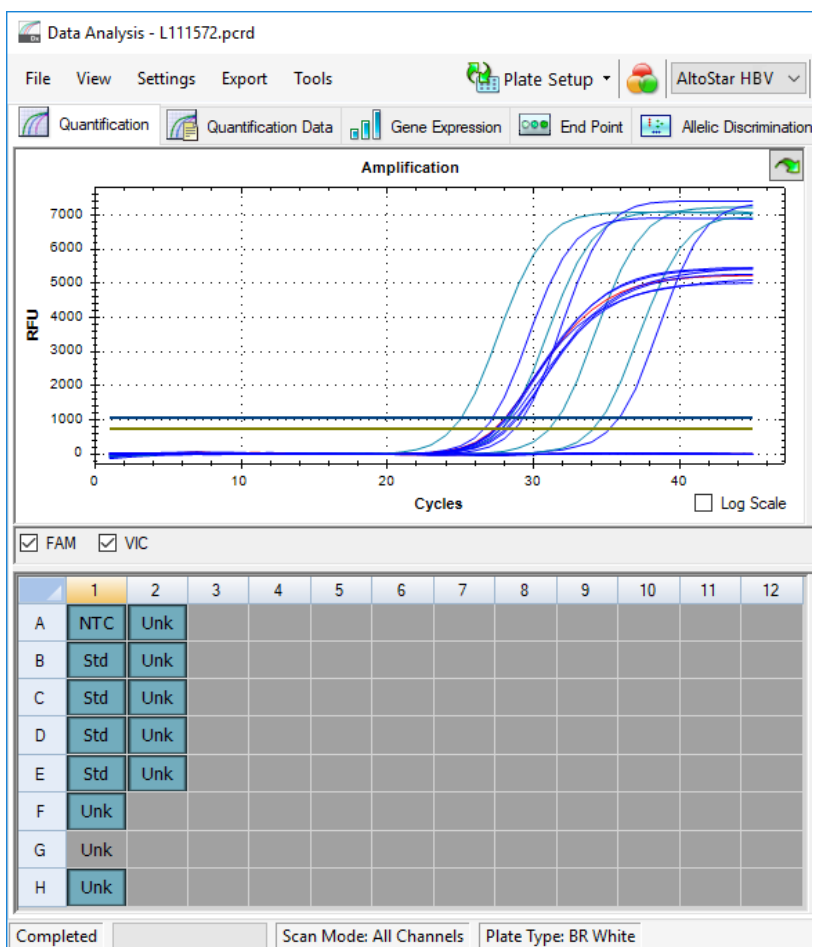

Figura 37: Ventana Data Analysis (análisis de datos): pocillo excluido
4. El pocillo seleccionado se excluye del análisis. No se generarán resultados para este pocillo (consulte la Figura 37).